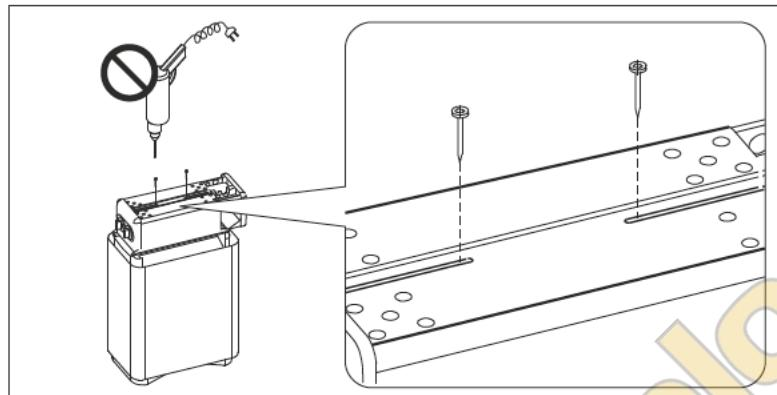

Рисунок 7.
- Каменку поворачивают вверх дном. Опасайтесь повреждения регулятора пара. Крепежные шурупы (1 шт./торец) торцевых частей, находящиеся в дне электрокоробки, снимают (См. рис. 7).
3.1.1. Juhtimisseadmete teisaldamine (M)